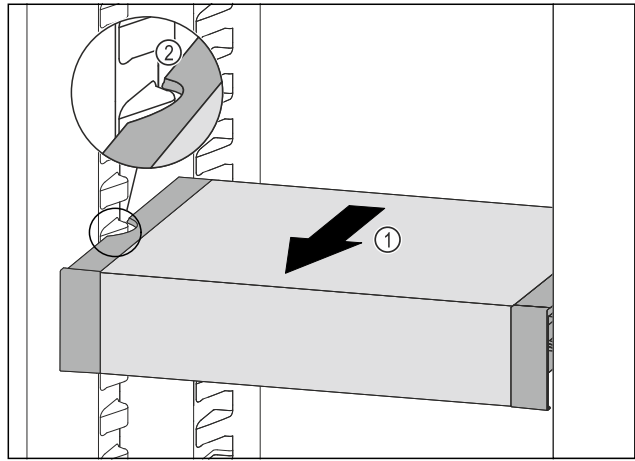

Fig. 111
- VarioSafe nach vorne ziehen Fig. 111 (1), bis sich die seitlichen Aussparungen des VarioSafes auf Höhe der Behälterrippe im Kühlteil befinden. Fig. 111 (2)